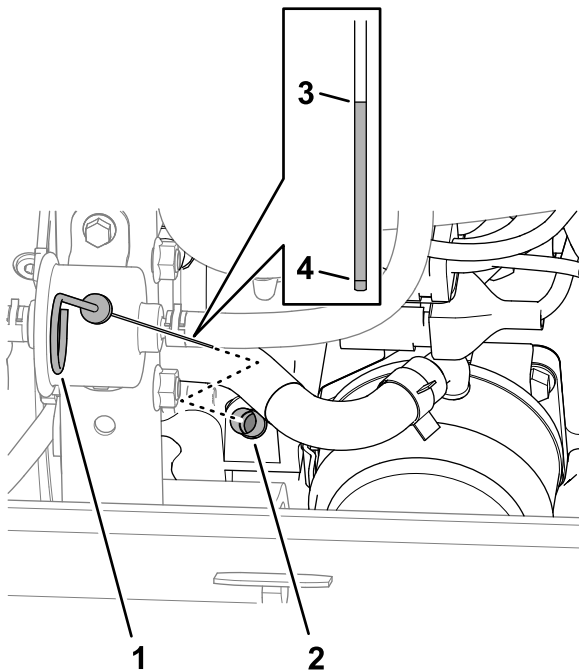

Figura 123
3. Îndepărtați joja din tubul jojei (Figura 123) și tergeți-o cu o lavetă curată.